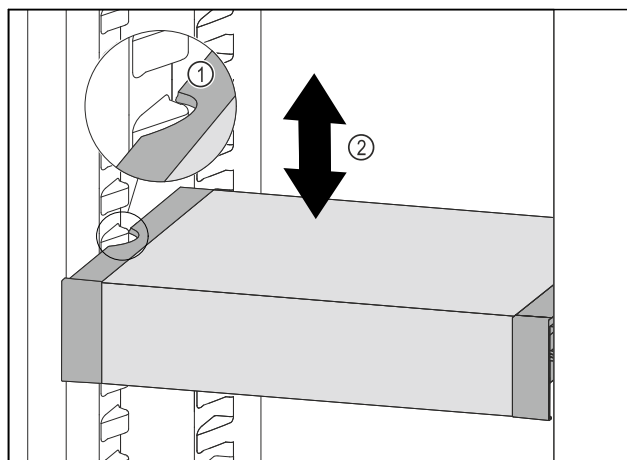

Fig. 105
- Táhněte VarioSafe dopředu, dokud nebudou boční vybrání VarioSafe na úrovni žebrování na nádoby v chladničce. Fig. 105 (1)
- Posouvejte VarioSafe v chladničce nahoru nebo dolů, dokud nedosáhnete požadované výšky. Fig. 105 (2)